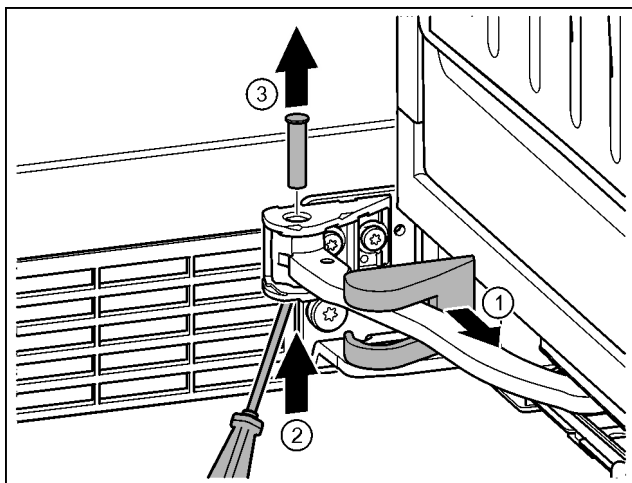

Fig. 19
- ▶ Odstranite pokrov ležajnega podstavka in ga zamaknite vzdolž zgibnega dela. Fig. 19 (1)
- ▶ Sornik s prsti ali izvijačem dvignite od spodaj. Fig. 19 (2)
- ▶ Izvijač zatakните pod glavo sornika in ga izvlecite. Fig. 19 (3)